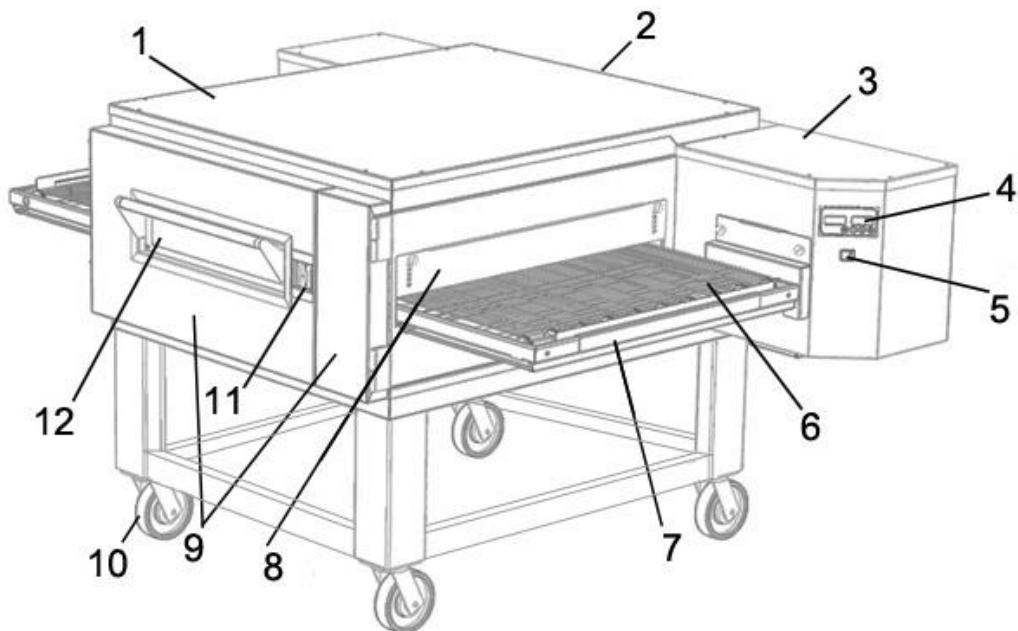
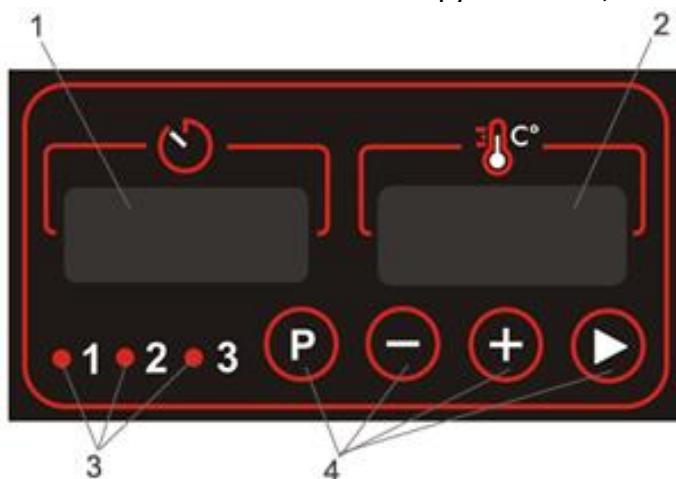

Рис. 1 Общее устройство электрической пицца-печи*
Рис.2. Панель управления пицца-печью
На рис.1 представлено общее устройство электрической пицца-печи конвейерного типа.
Конвейерная пицца-печь представляет собой короб 1 (рис.1) со сквозным отверстием, в которое вставляется конвейер 6 (рис.1). На конвейер с 2-х сторон надеваются стопперы 7 (рис.1), фиксирующие пиццу после приготовления. Под конвейером на направляющих размещаются съемные поддоны для сбора возможного мусора, образующегося в процессе готовки. Над конвейером с 2-х сторон располагаются шторы (тепловые завесы) 8 (рис.1), которые имеют 2 режима фиксации, позволяющие размещать на конвейере продукты разной высоты. Шторы не дают теплому воздуху улетучиваться за пределы жарочной камеры. На боковой стенке короба располагаются вентиляционные отверстия 2 (рис.1). На блоке управления 3 (рис.1) размещается панель управления печью 4 (рис.1) и кнопка изменения движения (реверса) конвейера 5 (рис.1). Под блоком управления
располагается воздушный фильтр для сбора жира и пыли. Печь имеет боковые дверцы 9 (рис.1) со смотровым окошком 12 (рис.1) и замком 11 (рис.1). Их можно использовать для разогрева продукции или быстрого доведения ее до готовности. Окошко открывается как само по себе, так и вместе с дверцей. Дверца фиксируется замком 11 (рис.1). Для фиксации двери утопите замок и поверните его по часовой стрелке.
В случае печи с удлиненным конвейером подставка конвейера имеет дополнительную секцию. Благодаря колесам 10 (рис.1) печь легко передвигать и можно установить в любом удобном месте.
На дисплее 1 (рис.2) отображается время прохождения продукта через печь (скорость конвейерной ленты). Шаг установки – 15 секунд, минимальное время – 60 секунд, максимальное – 15 минут. Если на дисплее отображается «0» – конвейер стоит.
На дисплее 2 (рис.2) отображаются текущая температура и заданная температура печи (при этом горит символ «t»). Шаг установки – 1 °C. Минимальная температура – 50 °C, максимальная – 315 °C. Во время разогрева печи по очереди отображаются текущее и установленное значения температуры. После выхода на рабочий режим моргает только символ «t» – устройство готово к работе.
С помощью кнопки «P» («Program») можно переключать заданные режимы (программы) работы печи. Для переключения между программами коротко нажмите кнопку «P». Непрерывно горящий светодиод, указывает на то, какая программа 3 (рис.2) в данный момент отображается на дисплее.
- Нажимая кнопку «P», выберите одну из 3-х ячеек памяти 3 (рис.2), которую хотите заполнить. Выбранная ячейка будет подсвечиваться.
- С помощью кнопок «+» или «-» установите необходимую температуру приготовления продукта, она будет отображаться на дисплее 2 (рис.2). Дисплей 1 (рис.2) в режиме установки температуры погаснет.
- Для установки времени прохождения конвейера нажмите кнопку ► , дисплей 2 (рис.2) при этом погаснет.
- С помощью кнопок «+» или «-» установите необходимое время приготовления продукта, оно будет отображаться на дисплее 1 (рис.2).
Данная печь позволяет изменять направление, в котором движется конвейерная лента. Чтобы изменить направление движения, нажмите кнопку изменения направления движения ленты 5 (рис.1). На дисплее 1 (рис.2) отобразится символ «ПР», соответствующий прямому направлению движения конвейера (от пользователя), либо «ОБР» - обратному направлению (к пользователю).
Для ускорения остывания печи поднимите шторы 1(рис.1) вверх, либо снимите их, соблюдая меры предосторожности, используя термозащитные рукавицы.
Если в процессе работы по каким-либо причинам турбина внутри печи отключится – сработает защита, которая автоматически отключит подачу электроэнергии. Кнопка защитного термостата при этом «выстрелит» вперед и раздастся характерный щелчок. После срабатывания автоматики необходимо нажать кнопку защитного термостата. Если проблема повторится – обратиться в сервисную службу. Кнопки располагаются в блоках управления 3 (рис.1).